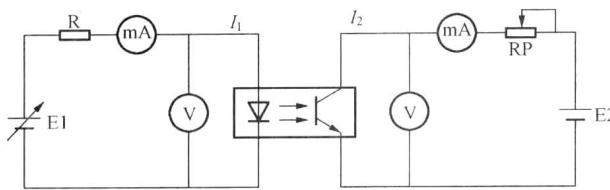

图 1-15 测量光耦合器饱和压降的电路
(1) 光电流。向光耦合器的输入端注入一定的工作电流 ($I_1=10\text{mA}$)，使发光二极管发光，在输出端调节负载电阻(约 500Ω)并加一定电压(通常为 10V)，输出端所产生的电流就是光电流。以光敏晶体管为光敏器件的光耦合器，光电流一般在几毫安。
(2) 饱和压降。在输入端注入一定电流 ($I_1=20\text{mA}$)，输出端加一定电压(10V)，调节负载电阻，使输出电流 I_2 饱和(如 2mA)，此时光耦合器两输出端之间的压降即为饱和压降。通常，光敏晶体管型光耦合器的饱和压降约 0.3V ，达林顿型光耦合器的饱和压降约为 0.6V 。测试电路如图 1-15 所示。
(1) 首先用数字万用表的二极管挡找到输入端(发光二极管)，并确定其正负极。将输入端接数字万用表的 NPN 插孔，正极接 C 孔，负极接 E 孔，以提供发光二极管工作电流。然后用指针式万用表的 $R \times 1\Omega$ 挡测量输出端的电阻。黑表笔接光敏晶体管的 C 极，红表笔接 E 极，万用表内 1.5V 电池作光敏晶体管的电源。光敏晶体管 C-E 极间电阻变化实际上就是光电流的变化。指针的偏转可反映电流传输特性，偏转角度越大，光敏转换效率越高。
(2) 在图 1-15 的电路中，如果光耦合器的输入端加上数伏电压，光敏晶体管的发射极对地串联一个数千欧姆的负载电阻，那么质量好的光耦合器，负载电阻上应可测得一定的直流电压。